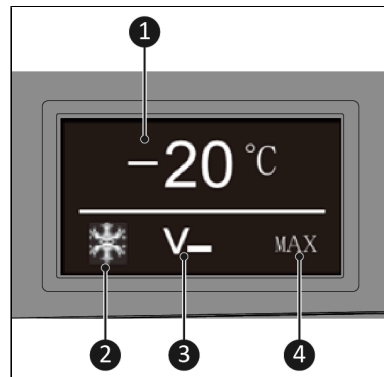

Abbildung 18.
- Temperatur (Abbildung 18, Pos. 1) zeigt die eingestellte oder aktuelle Temperatur im Gerät an (Celsius oder Fahrenheit).
- Kühlen (Abbildung 18, Pos. 2) zeigt an, ob das Gerät aktiv kühlt.
- Batterieschutz (Abbildung 18, Pos. 3) zeigt den aktuell gewählten Batterieschutzmodus (niedrig, mittel oder hoch) an.
- Kühlkapazität (Abbildung 18, Pos. 4) zeigt die Kühlkapazität (MAX oder ECO) an.